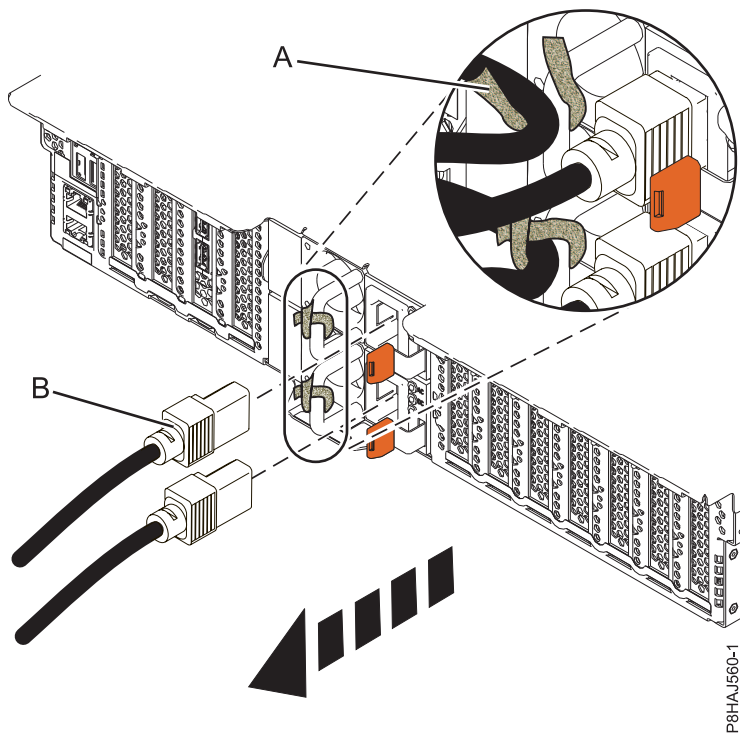
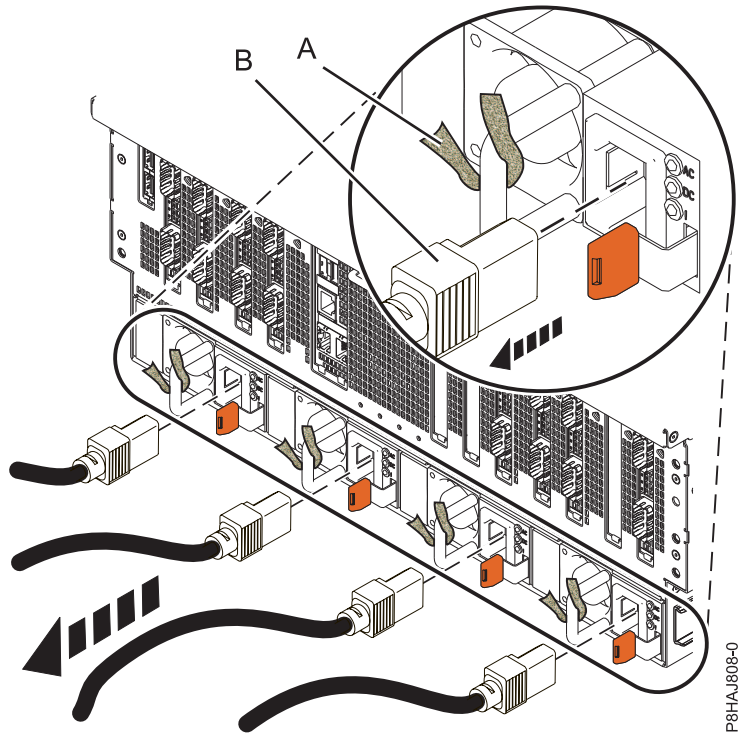

Figure 28. Retrait des cordons d'alimentation d'un système 8247-21L, 8247-22L, ou 8284-22A
Figure 29. Retrait des cordons d'alimentation d'un système 8408-E8E
3. Débranchez les cordons d'alimentation (**B**) de l'unité centrale. Voir les figures figure 27, à la page 55, figure 28, à la page 56 ou figure 29, à la page 56 selon le type de votre système.